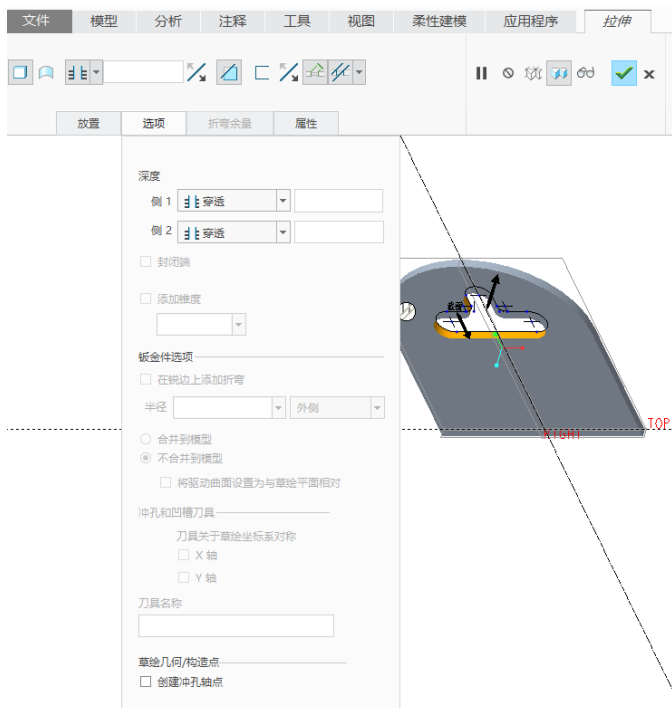

图 5-7 设置深度选项等
(5) 在“拉伸”选项卡中打开“选项”面板，从“侧 1”下拉列表框和“侧 2”下拉列表框均选择☒（穿透），如图 5-7 所示。用户也可以切换拉伸的深度方向来获得相同的钣金件切口效果。